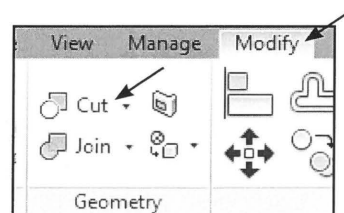

Fig. 04.39. Vælg *Modify - Cut*.
- Vælg *Modify - Cut* (Fig. 04.39).